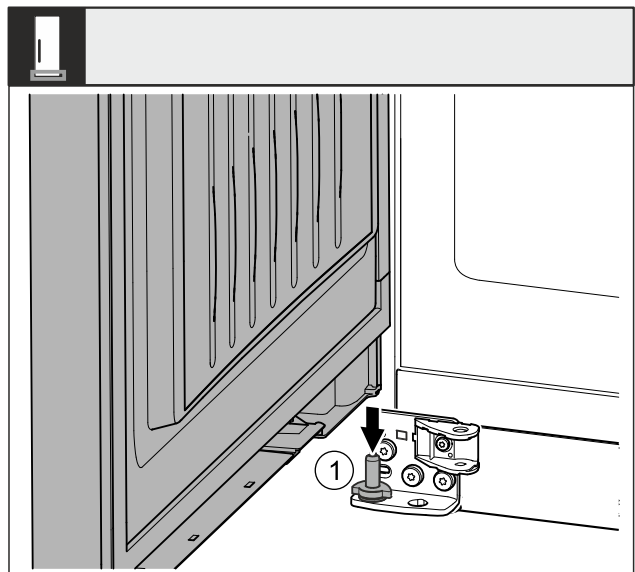

Fig. 43 *
- Așezați ușa de sus pe bolțul inferior de lagăr Fig. 43 (1)*